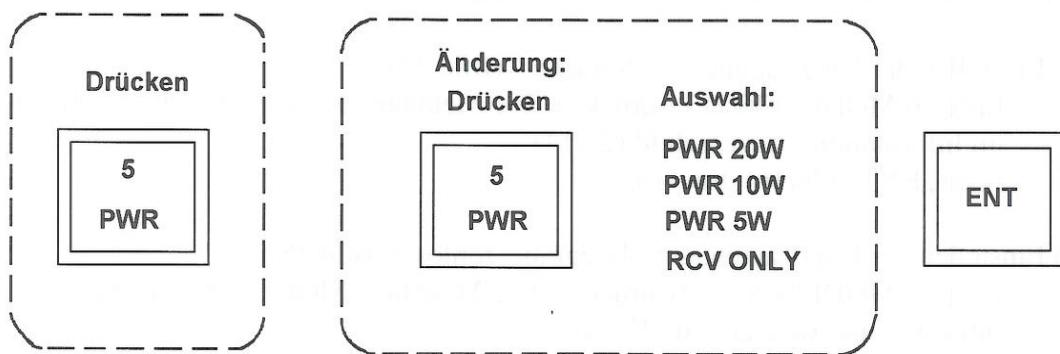

Bild 34
- 1) Sendeleistung 5W wie folgt einstellen (Bild 34):
- 2) Sendeleistung 10W wie folgt einstellen (Bild 34):
- 3) Sendeleistung 20W wie folgt einstellen (Bild 34):
- 4) Einstellen des „NUR EMPFANG“-Betriebes (Bild 34):